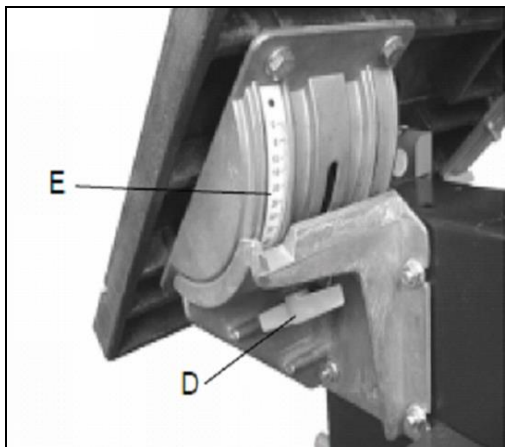

Fig 31
Lösen Sie die Flügelmutter (D, Fig 31) und neigen Sie den Tisch entsprechend der Skala (E).